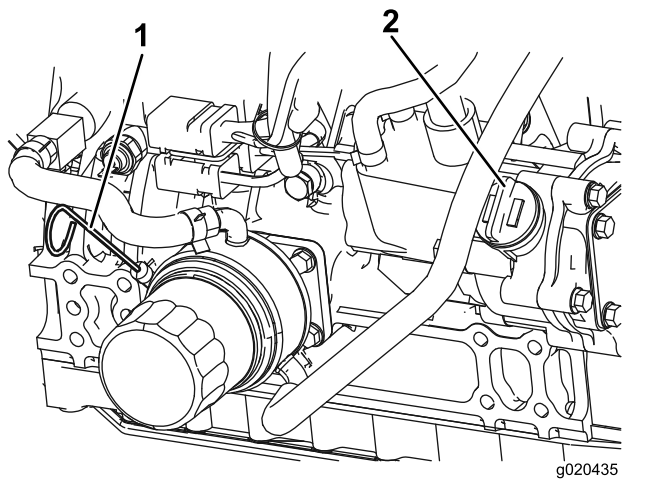

Bild 90
Der Ölstand sollte im sicheren Bereich liegen (Bild 90).
4. Wenn der Ölstand unter dem sicheren Bereich liegt, nehmen Sie den Fülldeckel ab (Bild 90) und gießen Sie genug Öl ein, um den Ölstand bis zur VOLL-Markierung anzuheben.